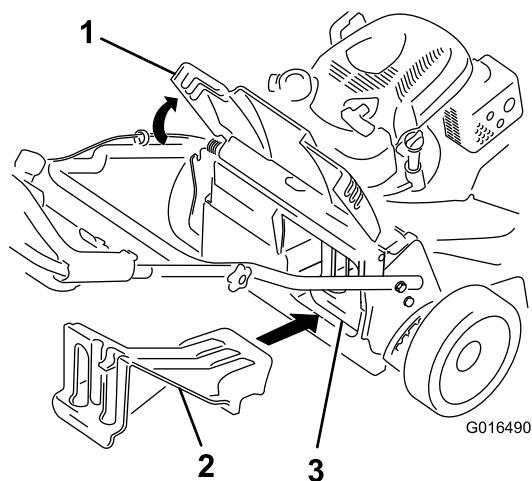

Bild 25
- Wenn die Heckauswurfklappe nicht eingesetzt ist, fassen Sie sie am Griff an, heben die Heckklappe an und setzen sie in den Heckauswurfkanal ein, bis der Riegel arretiert, siehe (Bild 25).
Wichtig: Stellen Sie sicher, dass die Heckauswurfklappe eingesetzt ist, bevor Sie den Rasenmäher als Recycler einsetzen (Bild 25).